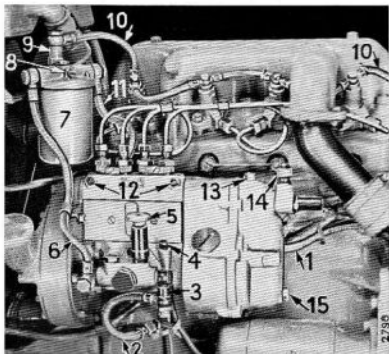
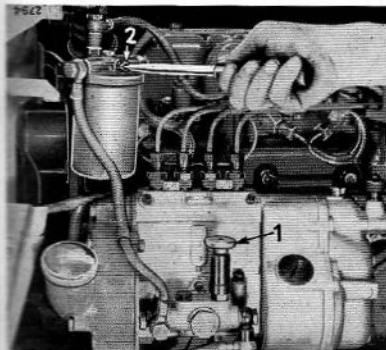
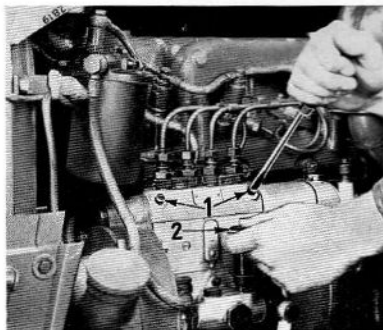

Bild 39. Bränslesystemet.
Bild 43. Luftning av bränslerenare
Bild 44. Luftning av insprutningspumpen
Pumphuset undre del måste vara fylld med motorolja upp till full-märket på oljestickan. Se 4, bild 39. Låt aldrig motorn gå med oljenivån under det undre märket på stickan. Kontrollera oljenivån i pumphuset var femtionde driftstimme, och fyll vid behov på med ny motorolja genom hålet för oljestickan.
Regulatorn skall smörjas med motorolja. Fyll på genom påfyllningslocket (13, bild 39) upp till nivåpluggen (15). Regulatorn rymmer ungefär 150 g.
Vid start av en kall motor dras knappen för tillskottsbränsle ut. Se 14, bild 39. Härigenom får motorn mera bränsle än vad som motsvarar regulatorinställningen.
Matarpumpen pumpar fram bränsle från tanken, genom renaren till insprutningskolvarna. Matarpumpen drivs från insprutningspumpen. Dessutom finns en handpump, 1, bild 43, för inpumpning av bränsle om systemet är tomt. Om handpumpen skall användas, lossas knappen genom vridning åt vänster. Sedan pumpen använts, måste knappen låsas fast genom att vridas åt höger. Se bild 44. Matarpumpen kräver ingen tillsyn utöver rengöring av filtret (3, bild 39), som består av ett finmaskigt trådnät i anslutningsnippeln för ledningen från tanken. Tag bort denna nippel och gör ren filtret och nippeln i bensin.
För att motorn skall fungera korrekt, måste bränslesystemet vara fritt från luft. Luft som under normal drift sugas in från tanken avskiljs från bränslet i renarens överströmningsventil, varifrån den går tillbaka genom läckage- och överströmningsledningen (10, bild 39) till tanken.
Lossa först luftningskruven på filterkåpan (2, bild 43) några varv. Pumpa med handpumpen (1) tills bränslet strömmar ut fritt från luft vid luftningskruven. Drag sedan till denna.
Lossa sedan luftningskruvarna (1, bild 44) några varv. Pumpa sedan med handpumpen tills bränslet som tränger, ut vid luftningskruvarna är fritt från luft, och drag sedan till skruvarna ordentligt.